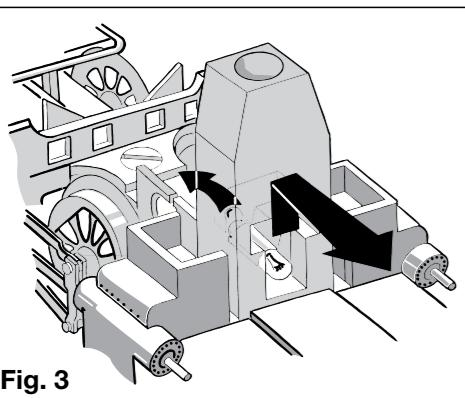

Fig. 3
**Lampjes verwisselen in de loc:** De blikken beschermrand met het loodblok U van het onderstel nemen. De ketelondersteuning K verwijderen. Met een kleine schroevendraaier de lampcontactes voorzichtig uitbuigen en de lampjes uit de houder lichten. Met een pincet het nieuwe lampje plaatsen. Let op dat goed contact wordt gemaakt. Het weer in elkaar zetten gaat natuurlijk in omgekeerde volgorde (fig. 3).
**Sostituzione lampadina della locomotiva:** Alzare il piano del telaio U e la zavorra di piombo dal carello. Estrarre il supporto della caldaia K. Con un piccolo cacciavite piegare verso l'alto il contatto della lampadina da sostituire ed estrarre quest'ultima dal supporto portalampana. Inserire la lampadina nuovo con una pinzetta, facendo attenzione affinché ci sia un buon contatto. Rimontare la locomotiva seguendo all'inverso le indicazioni precedenti (fig. 3). **Lampadina di ricambio: 6535.**
**Changing the bulb in the loco:** Lift off the footplate **U** with weight from the chassis. Pull off the boiler mount **K**. Using a small screwdriver, gently bend up the bulb contact and remove the bulb from its socket (fig. 3). Insert the spare bulb using a pair of tweezers. Make sure the contact is correct. Re-assembly is carried out in reverse sequence. **Spare bulb:** 6535.
**Remplacement de la lampe à la locomotive :** Soulever et retirer la plaque de pourtour **U**. Enlever le point d'appui de la chaudière **K**. Plier légèrement au moyen d'un petit tournevis le contact de la lampe et enlever celle-ci (fig. 3). Placer la nouvelle lampe au moyen d'un petite pince. S'assurer du bon contact. Le remontage s'effectue de façon inverse. **Lampe de recharge :** 6535.